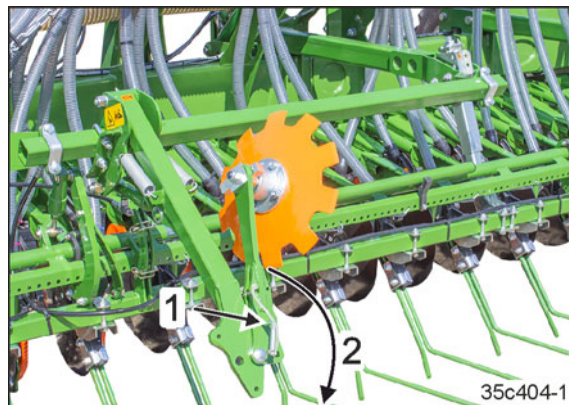

Bild 239
2. Dra ut bulten (Bild 239/1) och fäll armen (Bild 239/2) till arbetsläge med spårtallriken.